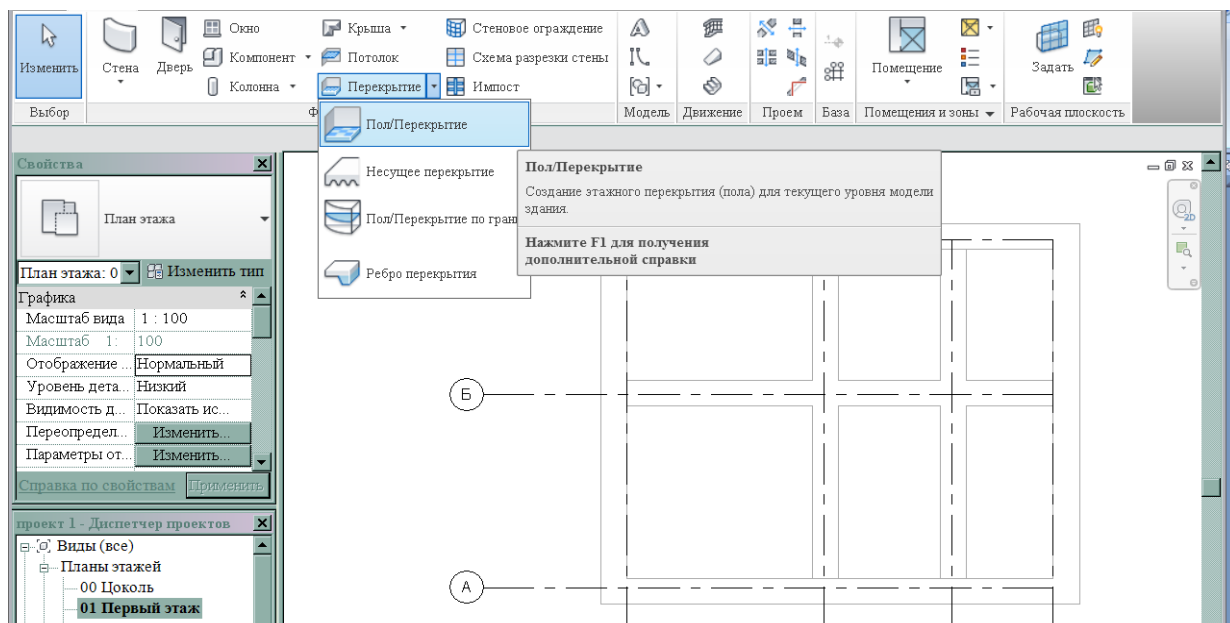

Рис.25
2. Выбрать в меню **Главная → Формирование → Перекрытие → Пол / Перекрытие** (рис.25).